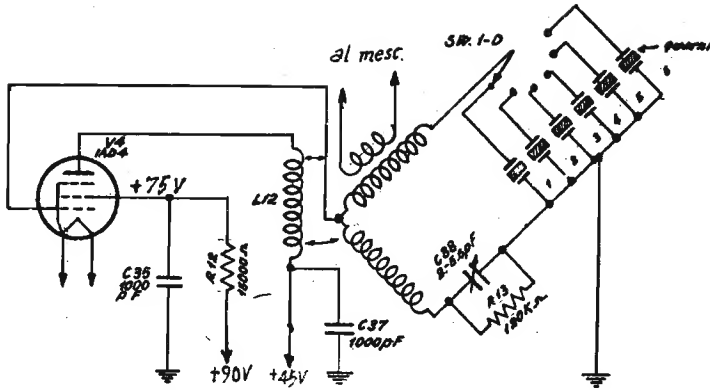

Fig. 1 - Oscillatore a quarzo.
b) Oscillatore locale - V 4. (fig. 1)